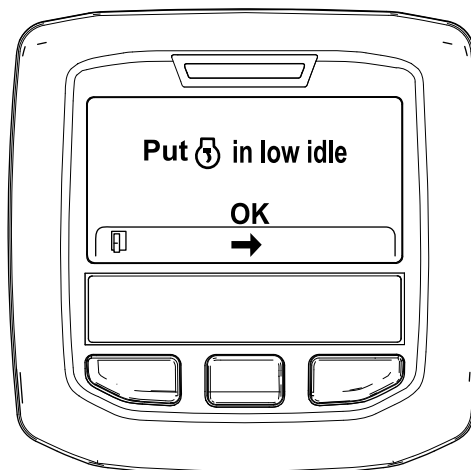

Рисунок 41
6. Переведите дроссельную заслонку в положение МАЛОЙ ЧАСТОТЫ ВРАЩЕНИЯ ХОЛОСТОГО ХОДА и нажмите среднюю кнопку (Рисунок 41).